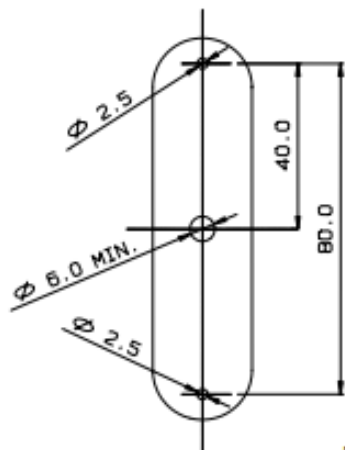

Fig. 1
- Pour le montage du lecteur, percer sur le support deux trous de 2,5 mm pour les vis de fixation et un trou de 6 mm de diamètre pour le passable du câble (fig. 1). Mettre un joint